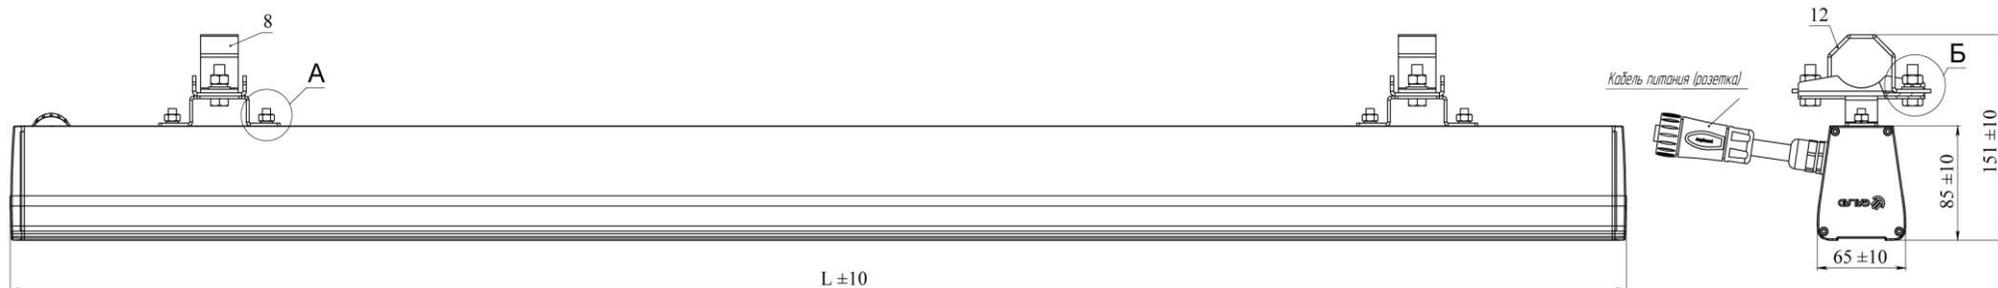

Рисунок 2
5.4.1. Светильники с кронштейнами под установку на трубу монтировать следующим образом. Открутить четыре гайки М6 (поз.6) (Вид «А» Рисунок 2), снять гроверные шайбы (поз.7), установленные на шпильках планок, расположенных в нижнем пазах светильника. Установить два кронштейна КНТ (поз.8) (Рисунок 2) совместив шпильки планок, установленных в нижний паз светильника с отверстиями на кронштейне. Установить гроверные шайбы (поз.7) и закрутить гайки М6 (поз.6) с усилием 9,4 – 13,4 Н.м.
Для удобства монтажа светильника имеется возможность регулировки кронштейнов КНТ (поз.8) (Рисунок 2) вдоль оси светильника, для этого необходимо ослабить четыре гайки М6 (поз.6) (Вид «А» Рисунок 2), установить кронштейны КНТ в необходимом положении, затем затянуть ранее ослабленные четыре гайки М6 с усилием 9,4 – 13,4 Н.м.
5.4.2. Открутить две гайки М8 (поз.9) снять гроверные и плоские шайбы (поз.10, 11) (Вид «Б» Рисунок 2), снять зажимную скобу (поз.12) установить светильник на трубу. Фиксация светильника осуществляется поджимом скобы (поз.12) двумя гайками М8 (поз.9) (Рисунок 2).
5.5.2 Установить два кронштейна (поз.1) (Рисунок 2), совместив шпильки планок (поз.3) с отверстиями кронштейна (поз.1). Установить ранее снятые гроверные шайбы (поз.8) и закрутить гайки М6 (поз.9) с усилием 5...9 Н.м.